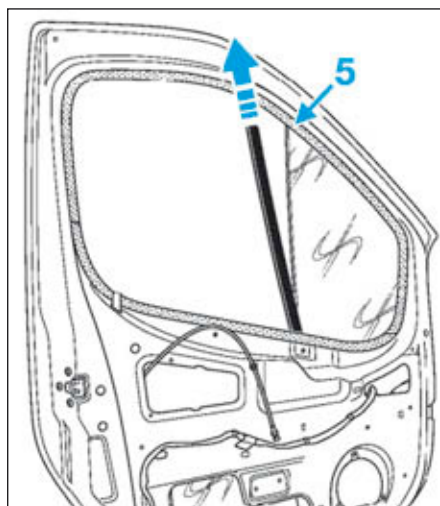

FIG.98
- Déclipper le montant fixe en (5) en le déplaçant vers le bas (Fig.98).
- Clipper le montant fixe en (5) (Fig.98).